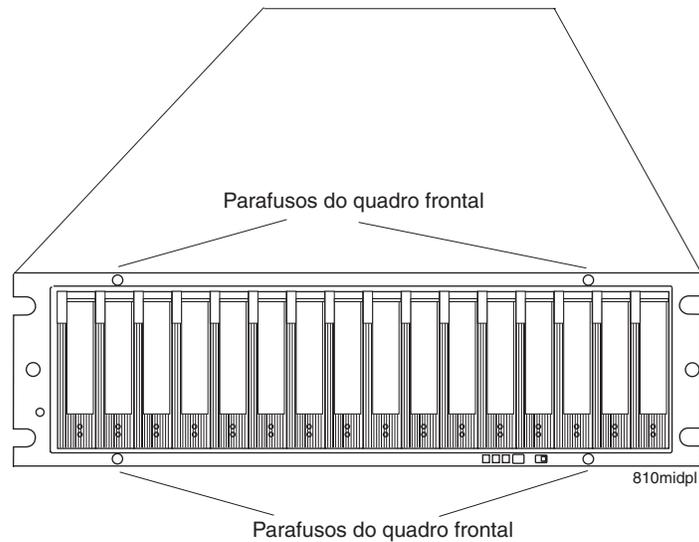

Figura 38. Locais dos parafusos do quadro frontal
10. Utilize uma chave Phillips Nº 1 para soltar os quatro parafusos do quadro frontal no plano intermediário, conforme mostrado na Figura 38 na página 95.
17. Aperte os quatro parafusos do quadro frontal. Consulte Figura 38 na página 95.